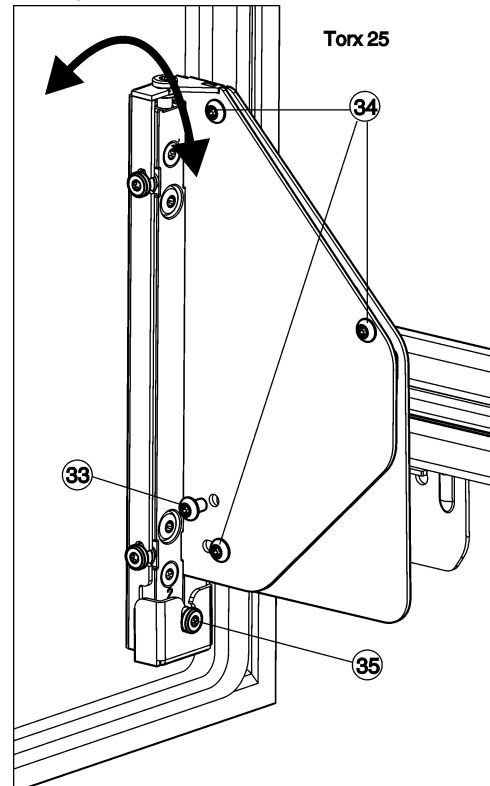

Fig. 27
- ▶ Dévisser entièrement les vis Fig. 27 (33).
- ▷ Les vis Fig. 27 (33) ne sont plus nécessaires, vous pouvez vous en débarrasser.
- ▶ Desserrer les vis Fig. 27 (34) d'1 à 2 tours.
- ▶ Tourner la vis d'ajustement Fig. 27 (35). Dans le sens des aiguilles d'une montre : la porte s'incline en s'éloignant du corps de l'appareil. Dans le sens contraire des aiguilles d'une montre : la porte s'incline vers l'appareil et s'éloigne du corps de l'appareil en bas.
- ▶ Revisser toutes les vis Fig. 27 (34) à fond après l'ajustement de l'inclinaison.